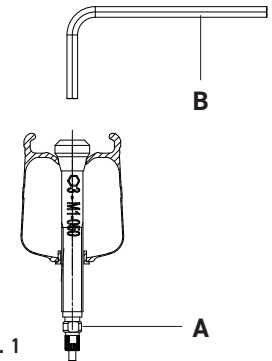

Fig. 1
- Serrer le contre-écrou de la valve (A - Fig. 1) en la tenant immobile avec une main ou une pince et en tournant la valve avec une clé Allen de 3 mm (B - Fig. 1).